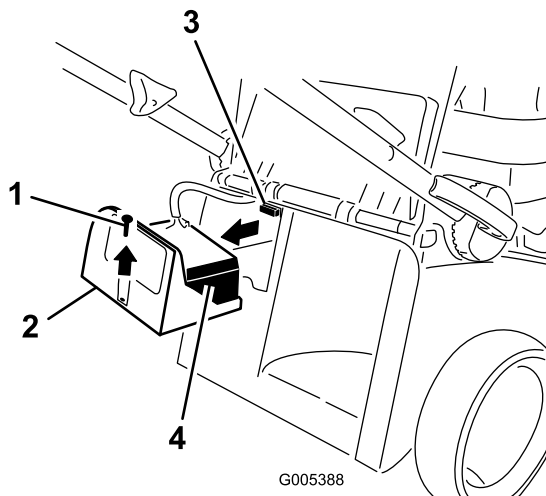

Figure 7
1. Enlevez le couvercle de la batterie et la batterie et localisez le porte-fusible (Figure 7).